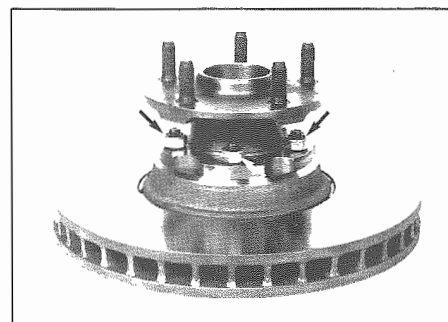

Fig. 7 - Viti fissaggio campana disco al mozzo
- Allentare le viti di **Fig. 7** e smontare il mozzo dalla campana disco.
- Loosen screws of **Fig. 7** and remove hub from disc housing.